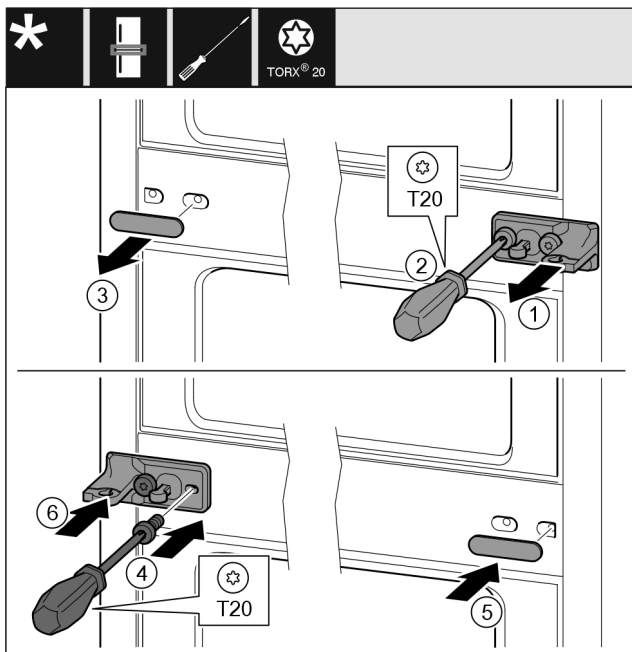

Fig. 33
- ▶ Ta bort brickan. Fig. 33 (1)
- ▶ Skruva ut skruvarna med en skruvmejsel T20. Fig. 33 (2)
- ▶ Ta försiktigt av skyddet. Fig. 33 (3)
- ▶ Vänd lagerbocken med folie 180° och skruva fast den på andra sidan. Fig. 33 (4)
- ▶ Vrid skyddet 180° och sätt fast det på andra sidan. Fig. 33 (5)
- ▶ Skjut på brickan framifrån. Fig. 33 (6)